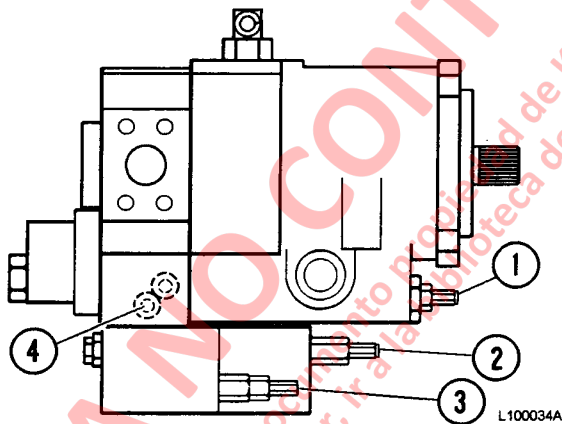
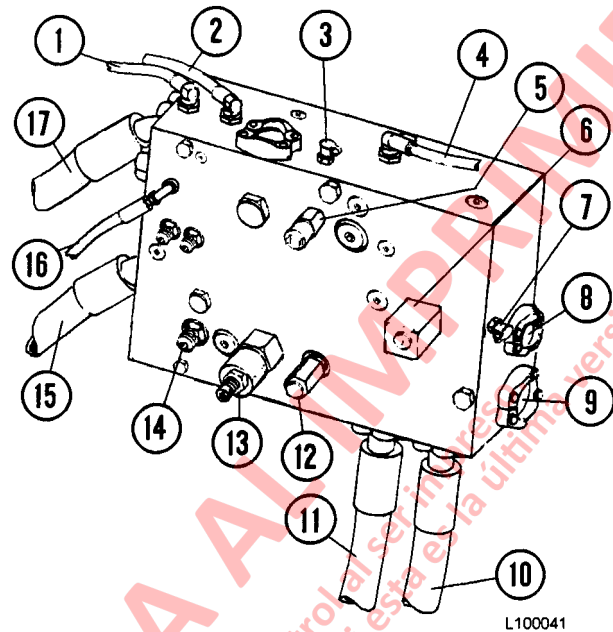

FIGURA 10-1. CONTROLES DE PRESIÓN DE LA BOMBA
FIGURA 10-2. MÚLTIPLE DE PURGA
El circuito de dirección puede aislarse del circuito de frenos liberando toda la presión del sistema de dirección y luego liberando toda la presión de los acumuladores de frenos y retirando la línea de alimentación del sistema de frenos (4, Figura 10-2) desde el múltiple de purga (ver ADVERTENCIA). Conecte la manguera de alimentación de frenos y tape la conexión de la entrada del filtro para evitar fuga de alta presión.
3. Saque el tapón e instale un indicador de presión exacto de 5000 psi (35.000 kPa) en la luminera de prueba "GPA" de presión de la dirección (4, Figura 10-1) ubicada en el lado de succión de la bomba. Instale un segundo indicador de 5000 psi (35.000 kPa) en la luminera de prueba del múltiple de purga "TP2" (3, Figura 10-2).
4. Gire el tornillo de ajuste de la válvula descargadora (2, Figura 10-1) a la derecha hasta que toque fondo.
5. Suelte el tornillo de ajuste del compensador de presión (3), girando hacia la izquierda.
6. Arranque el motor y ajuste el compensador de presión (3) para obtener 3325 psi (22923 kPa) en el indicador de presión en la lumbrera de la bomba "GPA". Apriete la tuerca de bloqueo del compensador.
8. Suelte completamente el tornillo de la válvula descargadora (2, Figura 10-1).
11. Observe las lecturas de presión en aumento en el indicador instalado en la lumbrera de prueba del múltiple de purga "TP2" (3, Figura 10-2).
1. Desconecte la manguera de retorno del amplificador de flujo (9, Figura 10-2) en el múltiple de purga. Tape la lumbrera en el múltiple de purga.
1. Con las mangueras desconectadas en "Prueba de Filtración de la Unidad de Control de la Dirección y del Amplificador de Flujo" aún desconectadas, desconecte la manguera de retorno de la válvula piloto de elevación (14, Figura 10-2) ubicada en el lado del múltiple de purga.
3. Desconecte la línea de retorno al estanque (15, Figura 10-2) desde el múltiple de purga. Conecte la manguera de retorno de la válvula piloto de elevación que se sacó en el paso 1 a línea de retorno del estanque.
- Si la fuga es excesiva, el solenoide de purga (6, Figura 10-2), la válvula de alivio del sistema de dirección (13), o la válvula de retención con piloto (ubicada en la parte inferior del múltiple de purga) están defectuosas y se deben reemplazar.
Los últimos modelos de camiones vienen equipados con un control ajustable de carrera de la bomba (1, Figura 10-1) para controlar el volumen de aceite producido por la bomba de dirección/frenos.
1. Instale un indicador de presión de 5000 psi (0-35.000 kPa) en "TP2" (3, Figura 10-2) en el múltiple de purga de la dirección.
- b. Inserte una llave Allen de 5 mm en la abertura y baje suavemente el ajuste (4) girando hacia la derecha.
5. Mientras observa el indicador en la lumbrera de prueba de presión de la dirección TP2, gire el ajuste de la válvula de descarga (2, Figura 10-1) hacia la derecha hasta obtener aproximadamente 3.300 psi (22.750 kPa).